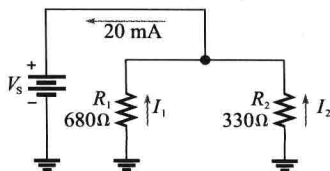

图 5-24 测试题 2、测试题 3 图
- 图 5-24 所示的电路中若要产生 20mA 电流, 需要多大的电压?
3. 试问图 5-24 所示的电路中每个电阻的电流是多少?